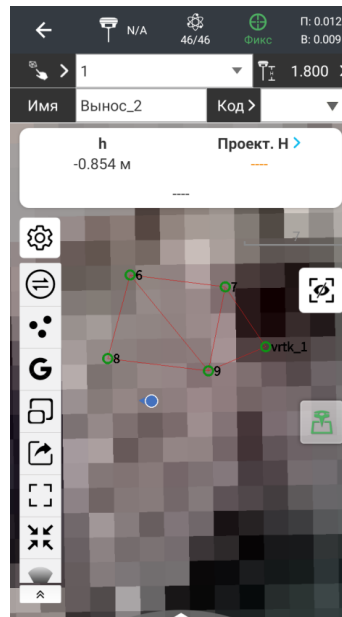

Рисунок 4.9.21
3. После включения приемника и получения фиксированного решения картина будет выглядеть следующим образом (Рисунок 4.9.21):